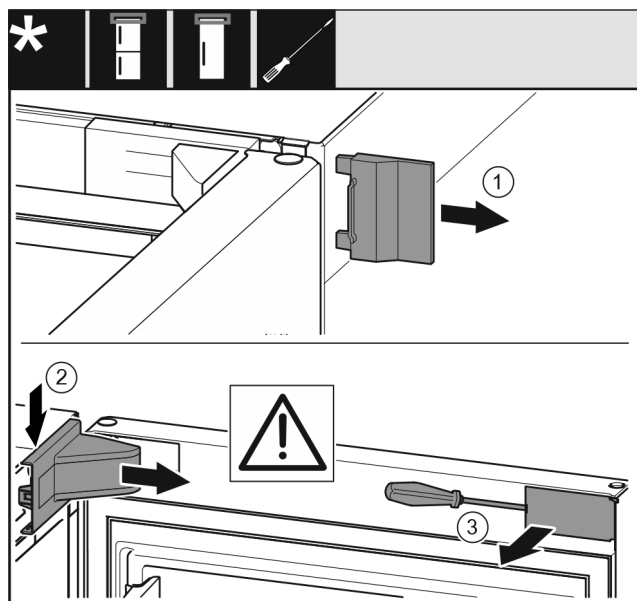

Fig. 8
- 取下外盖。Fig. 8 (1)
- 拆卸并松开托架盖。取下托架盖。Fig. 8 (2)
- 使用带槽螺丝刀松开隔板并把它转到一边。Fig. 8 (3)